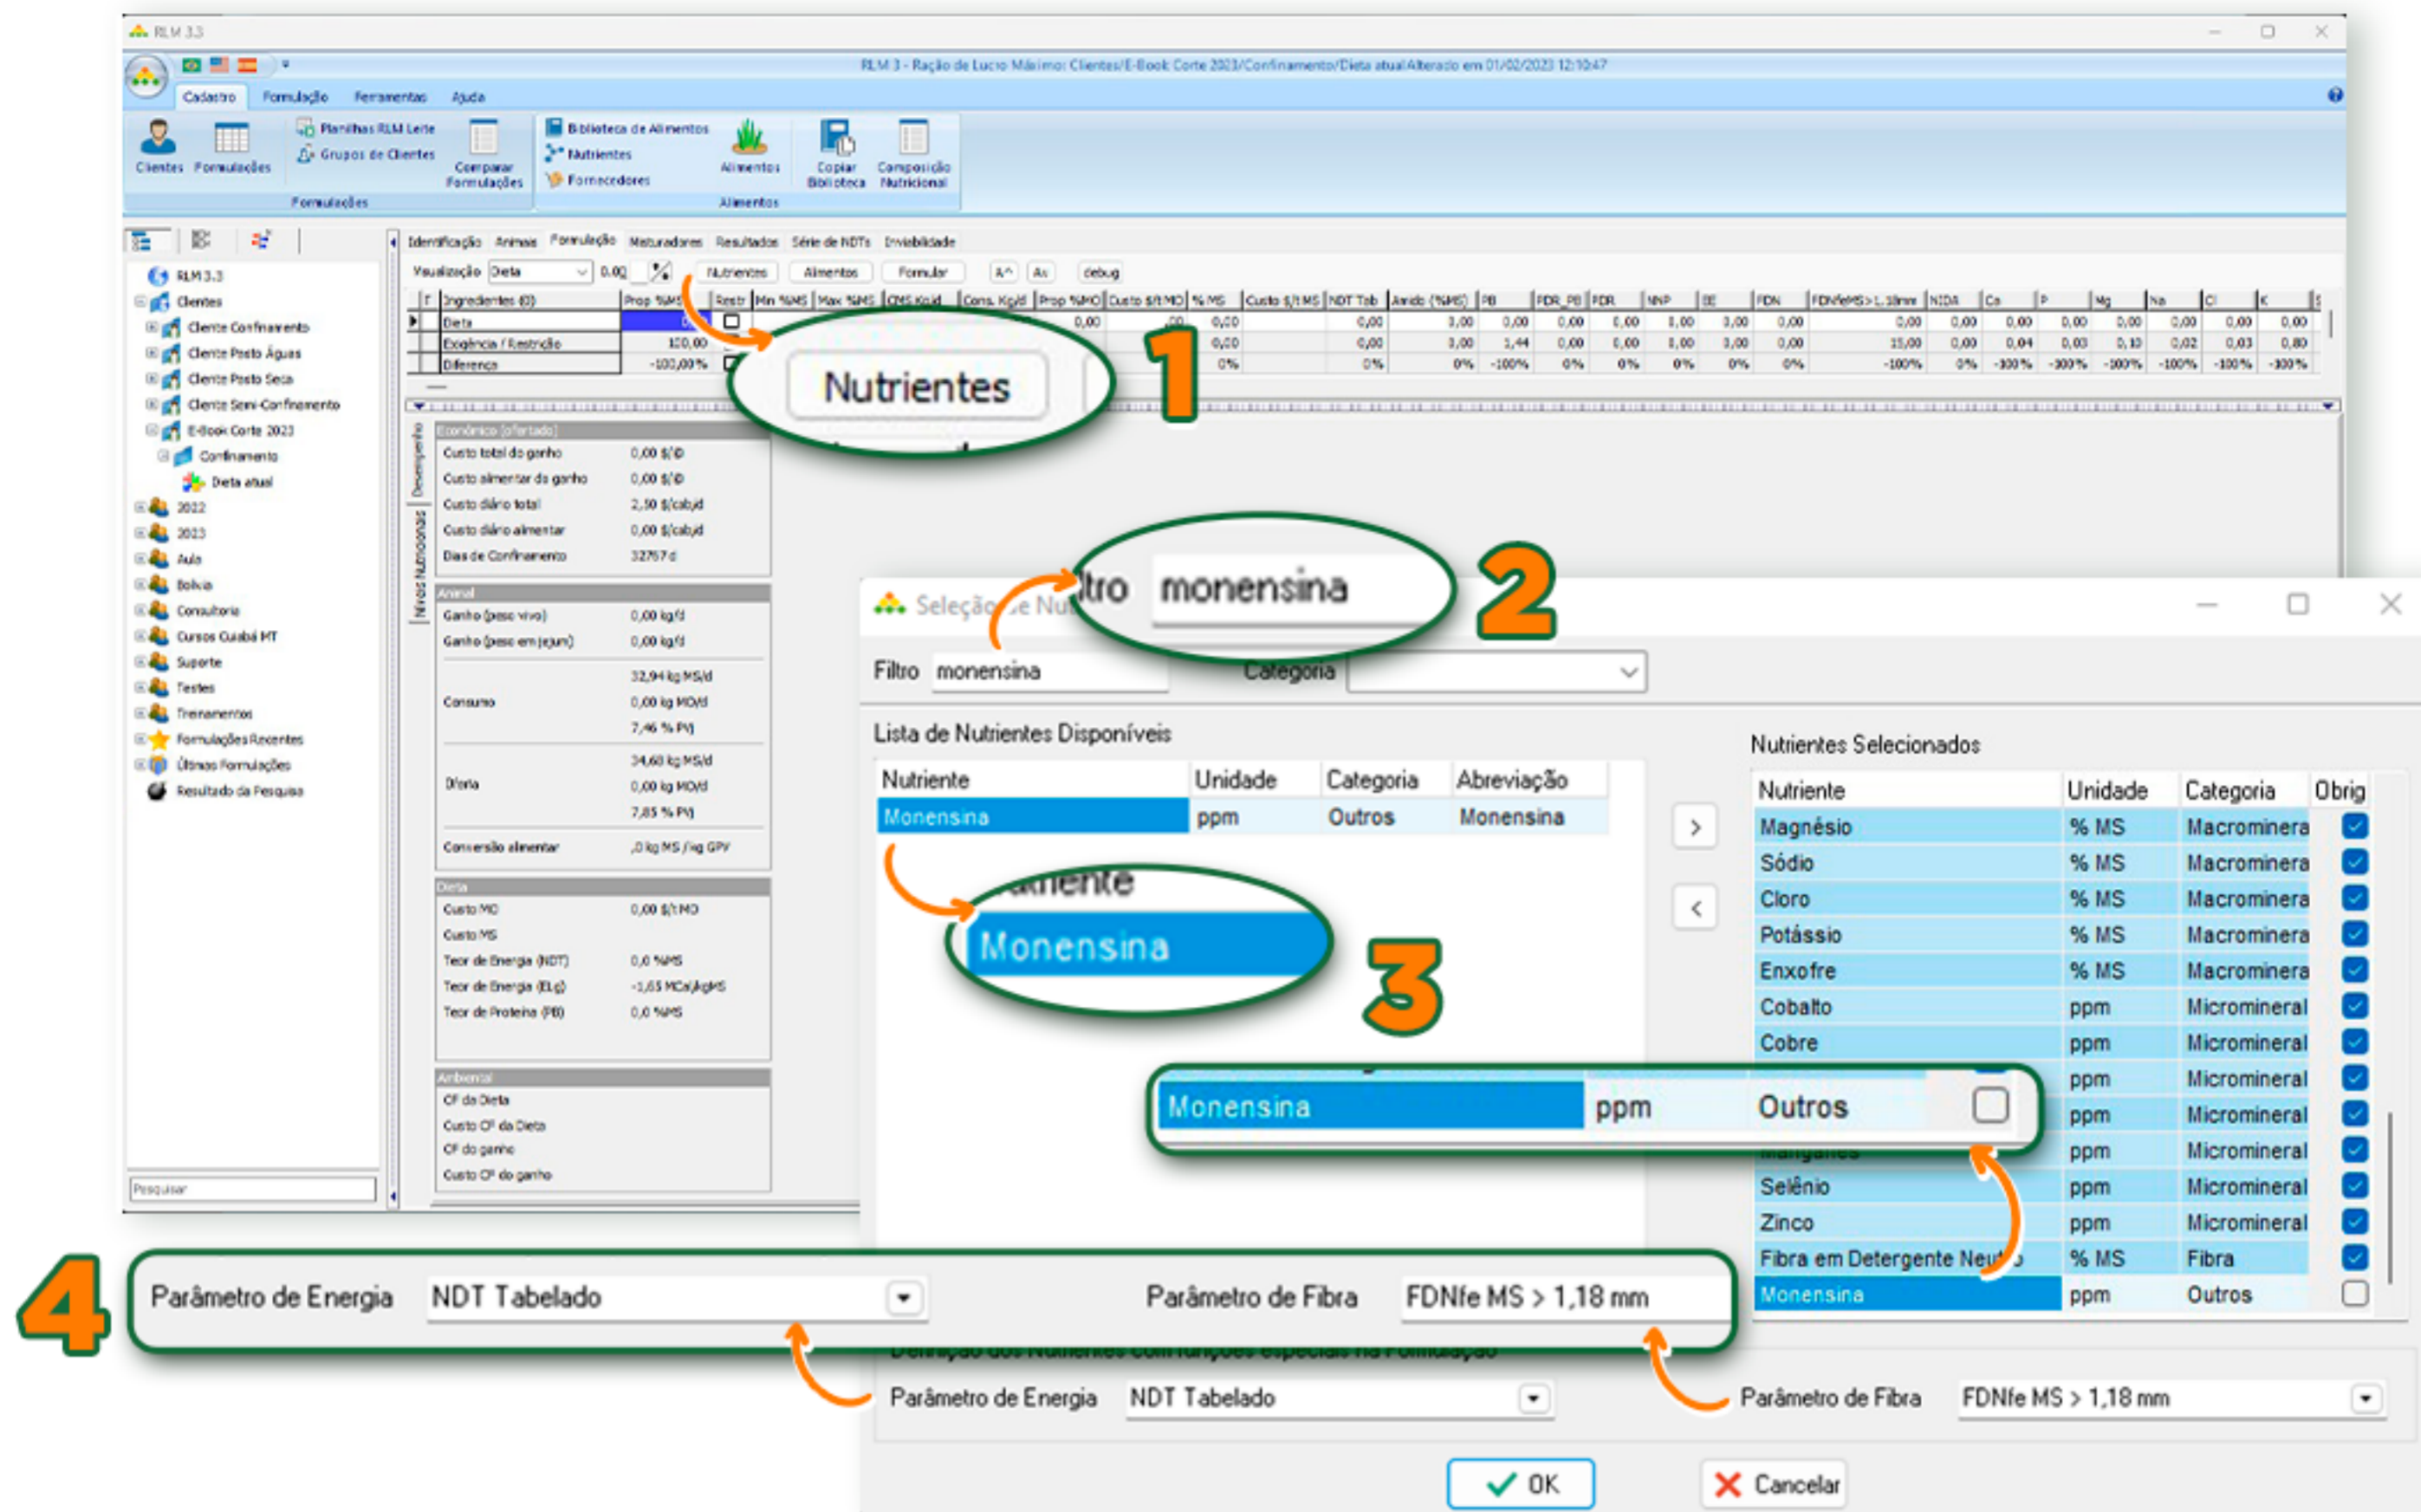

FIGURA 1.8 - NUTRIENTES ADICIONAIS PARA FORMULAÇÃO
Com a nova formulação inserida, na seção nutrientes (1), podemos incluir alguns nutrientes "adicionais" para verificação da dosagem no futuro (Figura 1.8). É possível verificar que alguns nutrientes são predefinidos como obrigatórios, mas outros não. Adicione a monensina aos nutrientes selecionados utilizando o filtro de pesquisa (2) para facilitar sua seleção. Mesmo a monensina não sendo um nutriente, no RLM, este é o local adequado para inserção de aditivos e demais nutrientes a sua escolha (3).
Modifique todos esses valores diretamente na formulação, lembrando que esta alteração não modifica o valor do nutriente na biblioteca de alimentos, somente na planilha de formulação. É importante ressaltar que o valor de FDNfe MS >1,18 será a métrica de fibra escolhida, conforme anteriormente selecionado na janela de nutrientes (Figura 1.8). Segue análise completa de silagem de milho cedida pelo laboratório de análises bromatológicas da ESALQ de Piracicaba – SP.